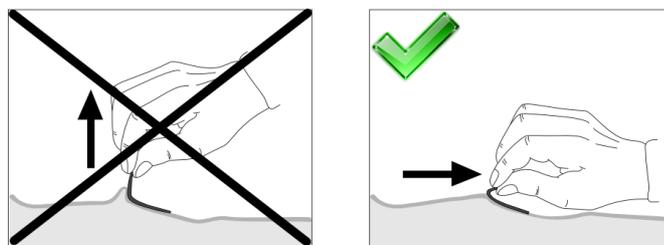

Abb. 4.9 Entfernung der selbsthaftenden Elektroden
- Ziehen Sie die Elektroden vorsichtig von der Haut des Patienten ab (siehe Abb. 4.9 Entfernung der selbsthaftenden Elektroden)